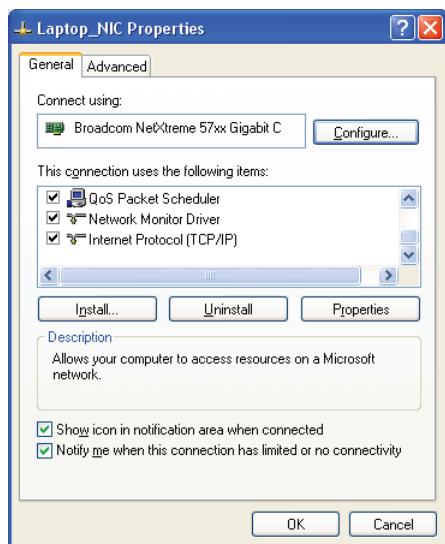

Fig. 2-13, Tela de propriedades da conexão de área local
6. Você verá uma caixa de diálogo parecida com a da Fig. 2-13; role para baixo para a entrada “Internet Protocol (TCP/IP)” e clique no botão “Propriedades”.